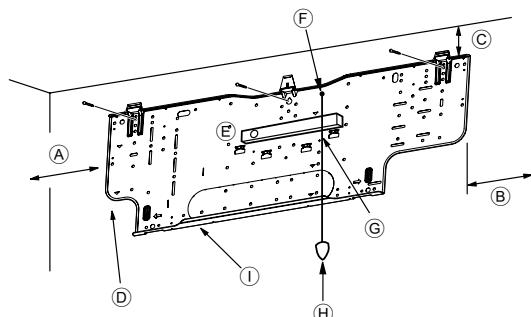
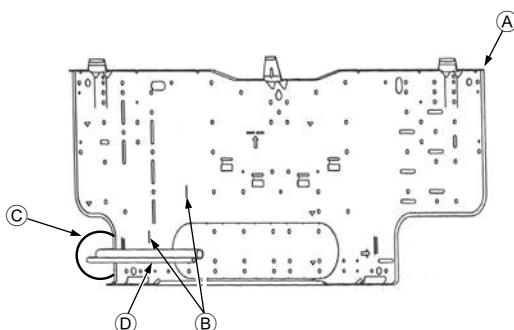

Рис. 3-4
Рис. 3-5
■ PKA-RP-HAL (Рис. 3-4)
- Ⓘ Монтажная плата ①
3.3. Встраивание труб в стены (Рис. 3-5)
- Ⓐ Монтажная плата ①